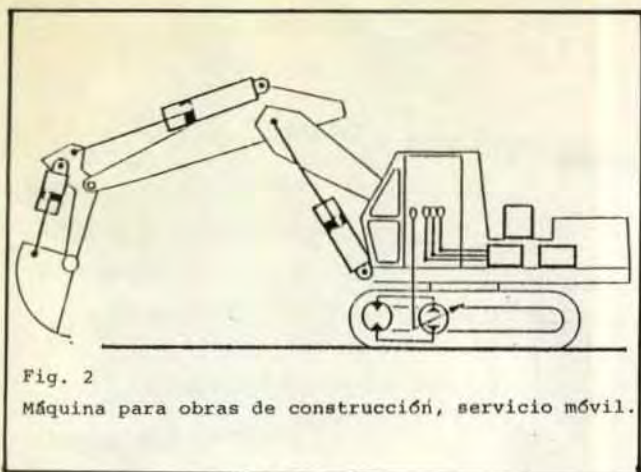

Fig. 2
- Maquinaria de obras públicas, (fig 2)